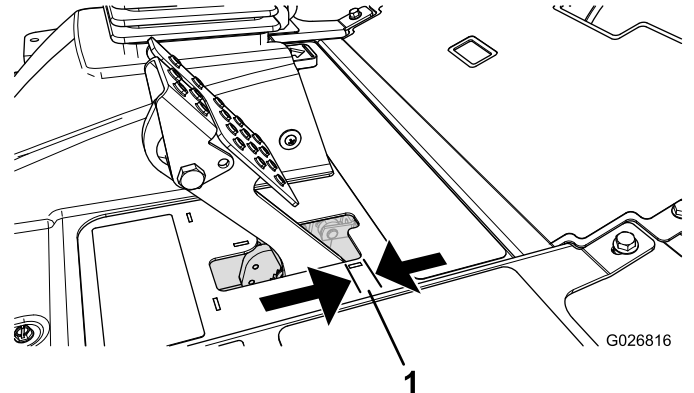

Bild 71
Stellen Sie die Bremsen ein, wenn das Bremspedal mehr als 2,5 cm Spiel hat, oder wenn die Bremsen nicht mehr gut genug greifen (Bild 71). Als Spiel gilt die Entfernung, die das Bremspedal zurücklegt, bevor ein Bremswiderstand spürbar ist.
2. Ziehen Sie die hintere Mutter an, um den Zug nach hinten zu bewegen, bis die Bremspedale ein Spiel zwischen 0,63 cm und 1,27 cm aufweisen, bevor die Radsperrung auftritt (Bild 71).